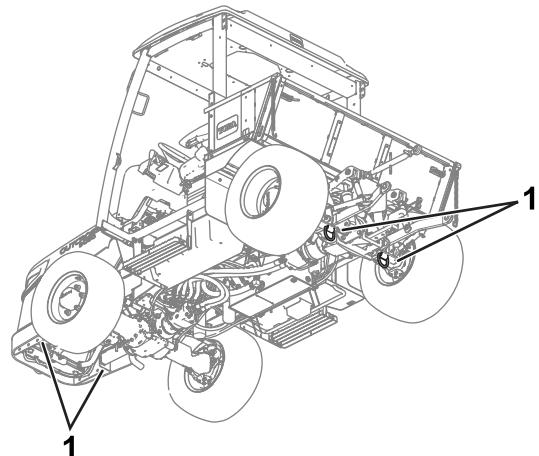

図 65
- マシンはロープ掛けポイント図 65を使って確実に固定してください。